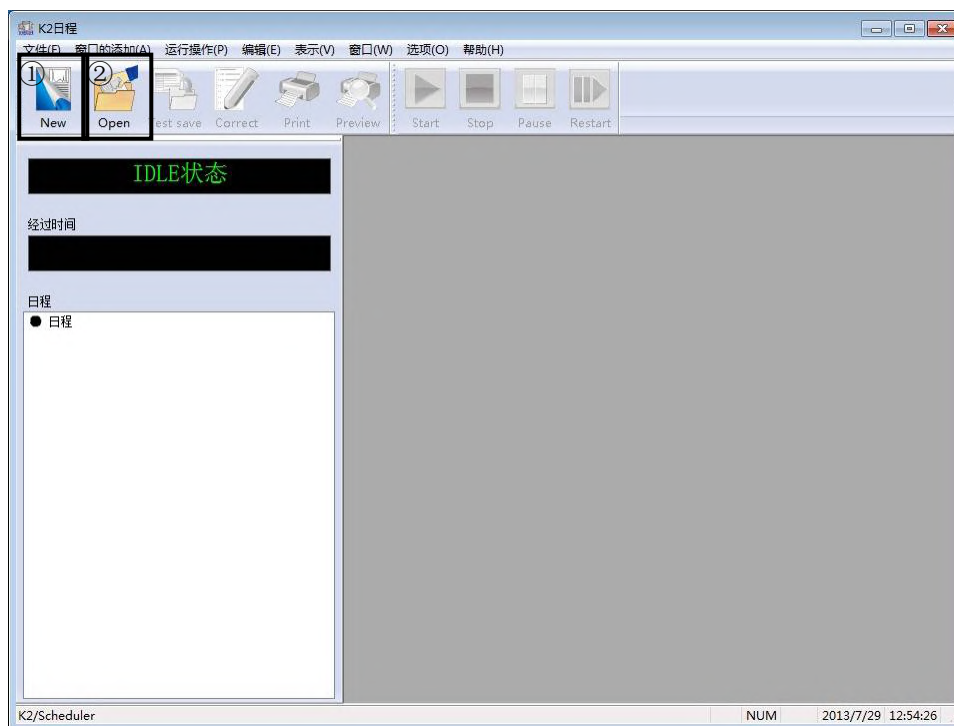
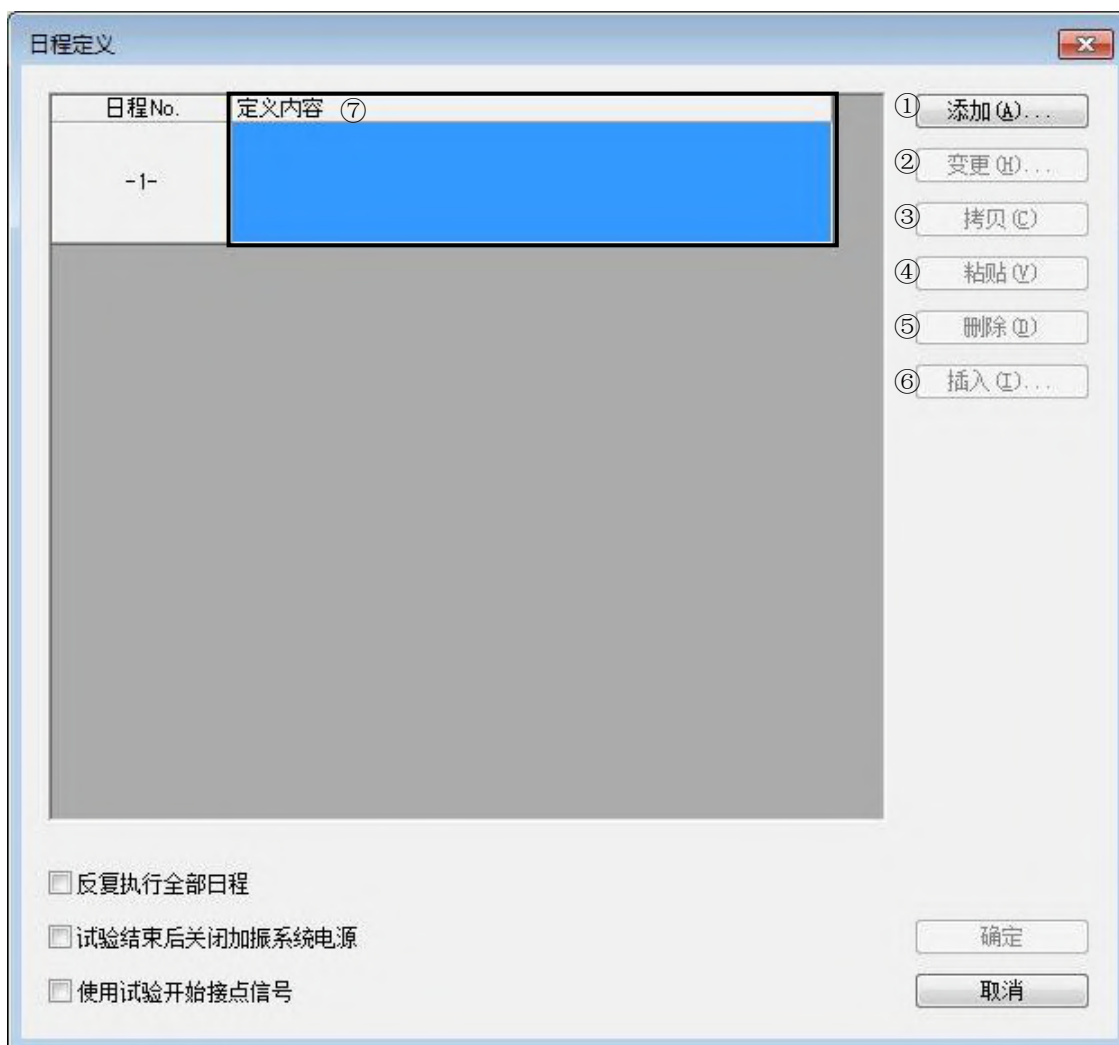

Fig. 2-1-1日程表的初期画面
Fig. 2-1-2 日程表的定义画面
而且，也能够变更打开的「日程表定义文件」的内容，实施日程表实行。一起动日程表，Fig. 2-1-1 所示的画面就被表示。
如果按下图中的①「新建」，Fig. 2-1-2 所示的定义用的画面就被表示。
同样，如果按下 Fig. 2-1-1的 ②「打开」，与Fig. 2-1-2 相同的画面也被表示。这时，如果是新建的话由于什么都还没定义，因此在 Fig. 2-1-2 ⑦表示的定义内容的地方成为空白栏。如果按下「打开」的话，即打开已经定义了日程表的文件，在表示定义内容的地方所定义的内容被表示。
在日程表定义用窗口（ Fig. 2-1-2 ），通过按下列各按钮进行日程表的定义。
在此说明各按钮实际的操作及日程表作成的具体手续。这里，以新建的情况为例，使用预先定义的 SINE 和 RANDOM 的试验条件进行日程表的安排。一起动日程表 Fig.2-1-1 的画面就被表示，按下图中的「新建」。
如 Fig.2-1-2 所示，日程表定义用的画面被表示，按下①「追加」按钮。